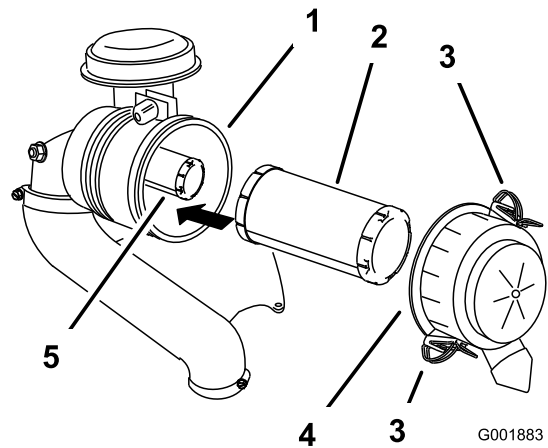

Figure 37
3. Ouvrez les verrous du filtre à air et détachez le couvercle du boîtier du filtre (Figure 37).
5. Sortez le préfiltre du boîtier du filtre avec précaution (Figure 37).
2. Si vous remplacez l'élément de sécurité, glissez-le avec précaution dans le boîtier du filtre (Figure 37).
3. Placez ensuite le préfiltre sur l'élément de sécurité avec le même soin (Figure 37).
4. Reposez le couvercle du filtre à air, le côté portant l'inscription **UP** en haut, et fermez les dispositifs de verrouillage (Figure 37).